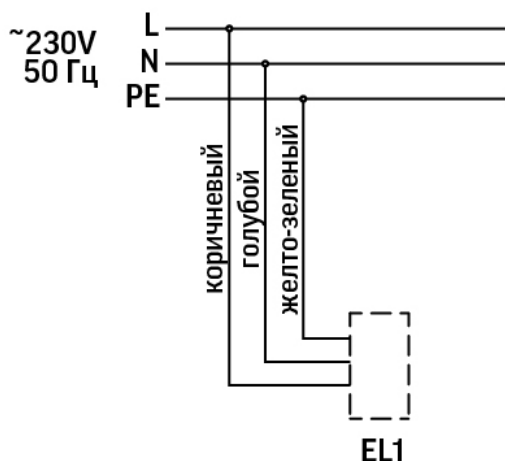

Рис.1
- Для правильного подключения, провода имеют цветовую идентификацию (см. рис.1).